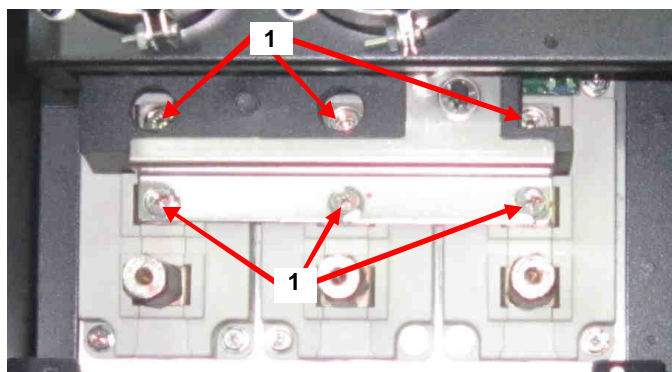

Рис. 7.18. Крепление шин ЗПТ к выходным модулям.
7.15.6. Присоединить силовые выводы «+» и «-» к выводам шины ЗПТ и прикрутить винтами (рис.7.18).